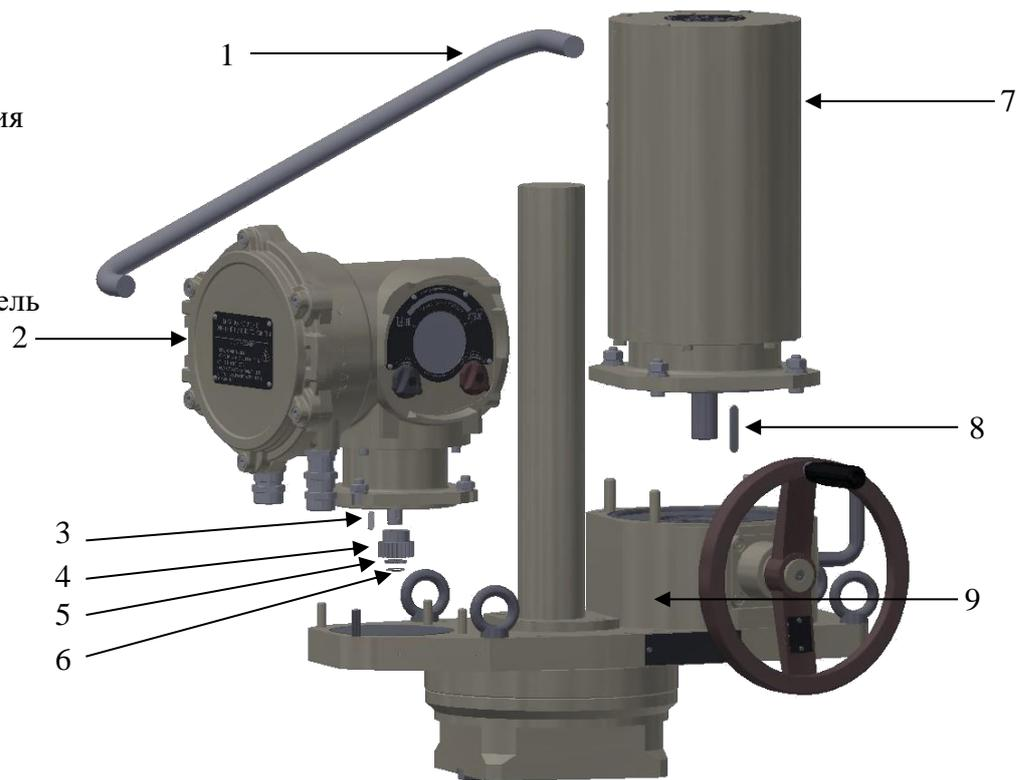

Рисунок 25 – Порядок замены редуктора
- с помощью шестерни (поз.4) Рис.25.
- 2) В случае стыковки с помощью шестерни (рис. 25):